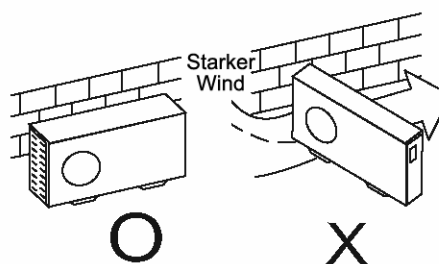

Abb. 9
- Stellen Sie bei extrem starkem Wind sicher, dass der Luftstrom nicht ins Gerät zurückgeweht wird. (Siehe Abb. 9)